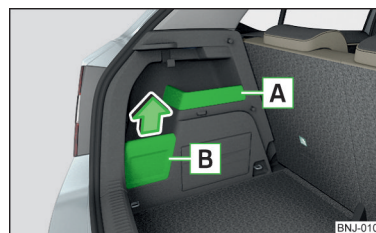

Fig. 111
- La pieza de equipaje colgada en el gancho, si es posible, colocarla en el compartimiento guardaobjetos **B** » fig. 111 de la pág. 87, de lo contrario existe peligro de daño de la tapa del compartimiento guardaobjetos.
- Si se coloca en el gancho una pieza de equipaje con un peso de más de 2,5 kg, entonces recomendamos retirar la tapa del compartimiento guardaobjetos **B** » fig. 111 de la pág. 87 - de lo contrario existe el peligro de daño de la tapa del compartimiento guardaobjetos.
El compartimento guardaobjetos instalado fijamente **A** » fig. 111 sirve para guardar objetos pequeños de hasta 1,5 kg de peso total.